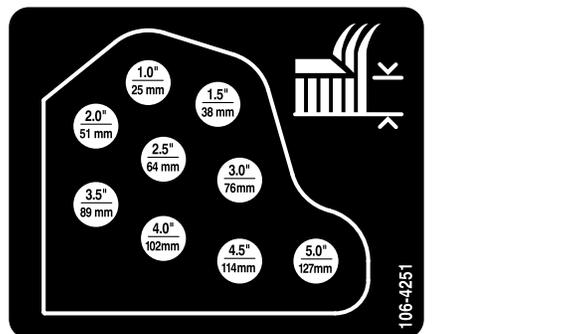

Figura 18
- Montate le catene dell'altezza di taglio nel foro dell'altezza di taglio desiderata usando il perno con testa e la coppiglia (Figura 18).